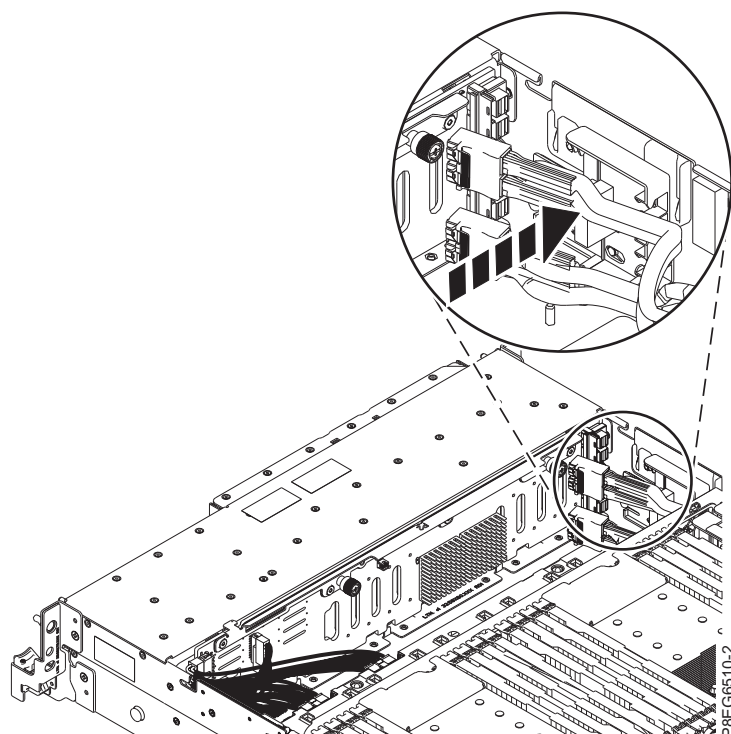

Figura 20. Reposicionando os cabos SAS frontais
6. Reposicione o cabo SAS frontal no bloco guia da lateral do chassi conforme mostrado na Figura 20.